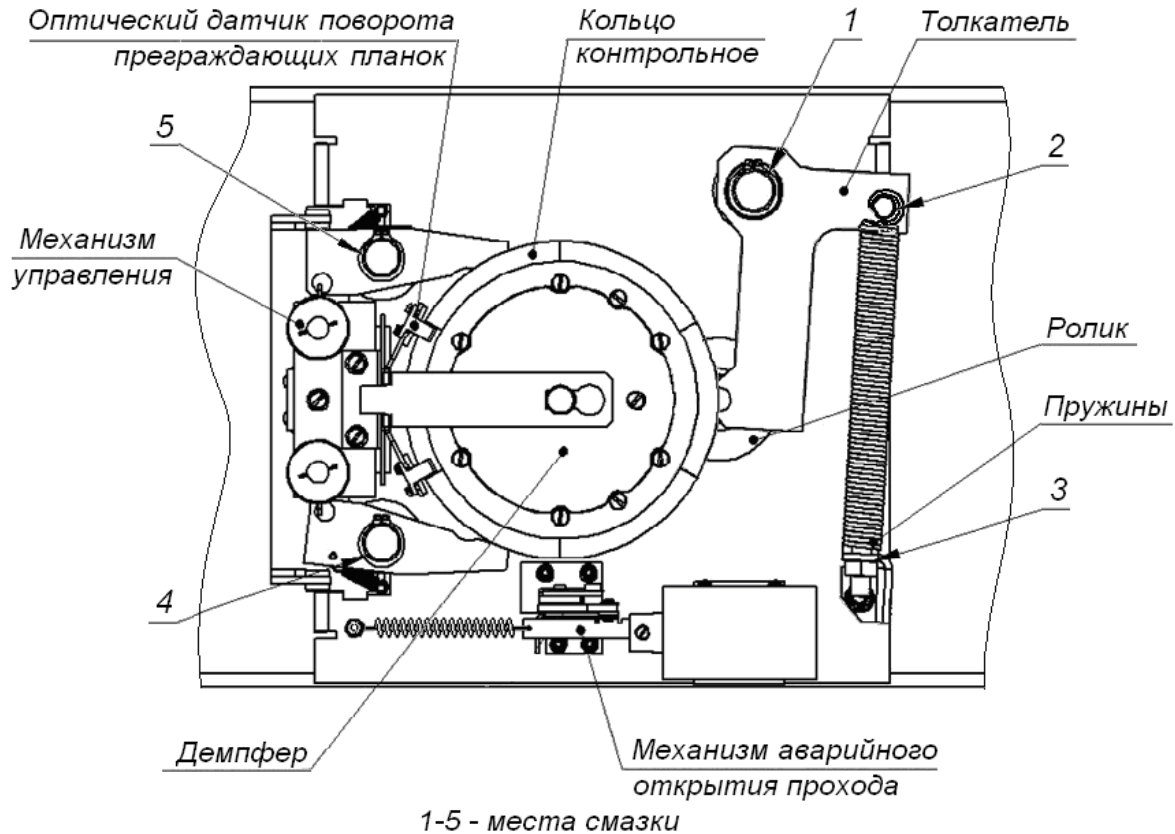

Рисунок 16. Расположение внутренних деталей и узлов механизма турникета
2. Снимите крышку (3) в порядке, указанном в разд. 6.
4. Осмотрите устройство доворота (толкатель, пружины и ролик), оптические датчики поворота преграждающих планок и демпфирующее устройство (см. рис. 16).
6. Выполните смазку узлов трения механизма турникета смазкой ШРУС-4. Не допускайте попадания смазки на поверхность кольца диска контрольного и на ролик. Смазку производите в следующих точках (см. рис. 16):
11. Проверьте крепление преграждающих планок (5) в шарнирных узлах турникета и, при необходимости, подтяните крепежные винты.
13. Установите на место крышку (3) (см. разд. 6) и зафиксируйте ее винтом.